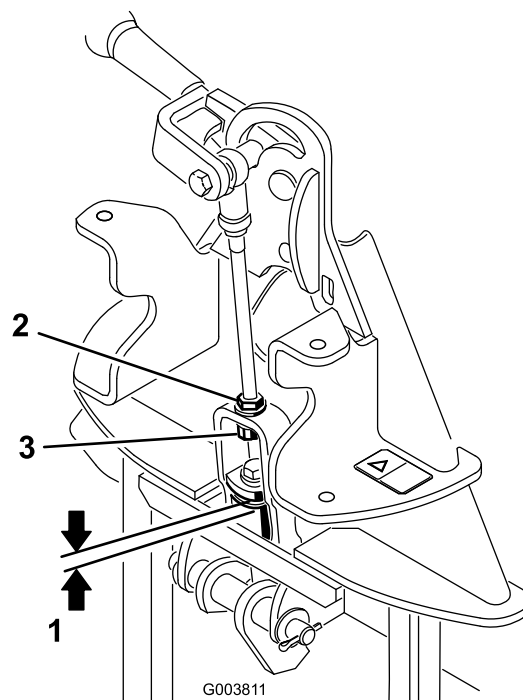

Рисунок 6
2. Измерьте зазор между верхней шайбой и проставкой в узле тяги на переходнике навесного орудия, как показано на Рисунок 6.